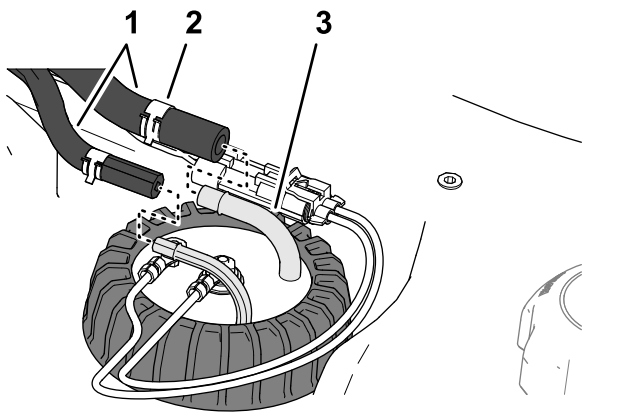

Рисунок 93
5. Установите шланг на штуцеры датчика уровня топлива и прикрепите шланги к штуцерам с помощью зажимов (Рисунок 93).